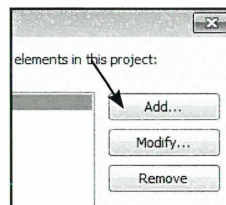

Fig. 13.19. Tilføj ny.
- Klik *Add* for at tilføje en ny *Project Parameter* (Fig. 13.19).